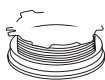

Fig. 20
13. Insérez les extrémités du fil dans les œillets de la bobine extérieure et placez le moulinet et le ressort dans la bobine (Fig. 20).
5. Insérez les extrémités du fil dans les œillets de la bobine extérieure (Fig. 20).